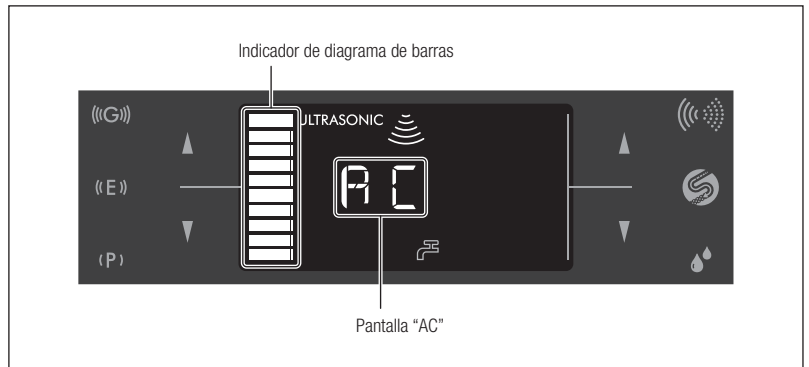

Fig. 34
- 7) Mantenga pulsada la tecla de autolimpieza durante 3 segundos aproximadamente para iniciar la autolimpieza. La operación de autolimpieza tarda aproximadamente 45 segundos. Durante la autolimpieza aparece "AC" en el panel LCD, y el tiempo restante aproximado se muestra en el indicador del diagrama de barras (Fig. 34).